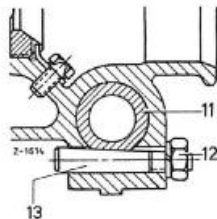

Bild 35-5/1
- 2 Sechskantmutter (12) der Keilschraube (13) (Bild 35-5/1) abschrauben und Keilschraube heraus schlagen (Bild 35-5/2).